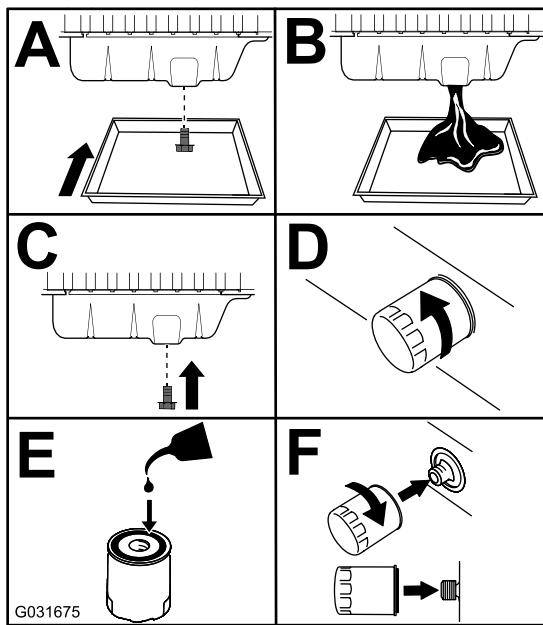

Figura 74
3. Sostituite l'olio motore e il filtro (Figura 74).